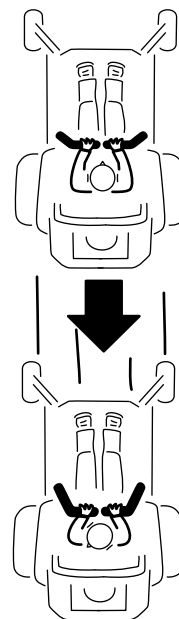

**Рисунок 26**
2. Для перемещения вперед нажмите на рычаги управления движением вперед (**Рисунок 26**).